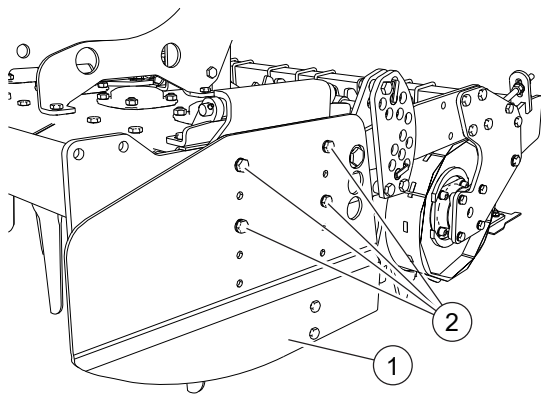

FIG. 34
Destornillar los tornillos (2, "Fig. 34"). Levantar o bajar la banda lateral(1). Atornillar los tornillos (2).